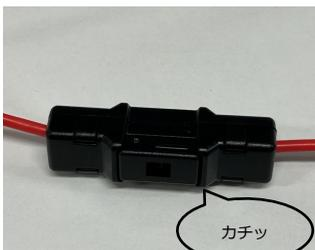

図 6
- ② フタを閉じてください。閉じる際は、閉まる音がするまで確実に閉じてください。(図6)
- ③ 正常に動作することを確認して、ご使用ください。